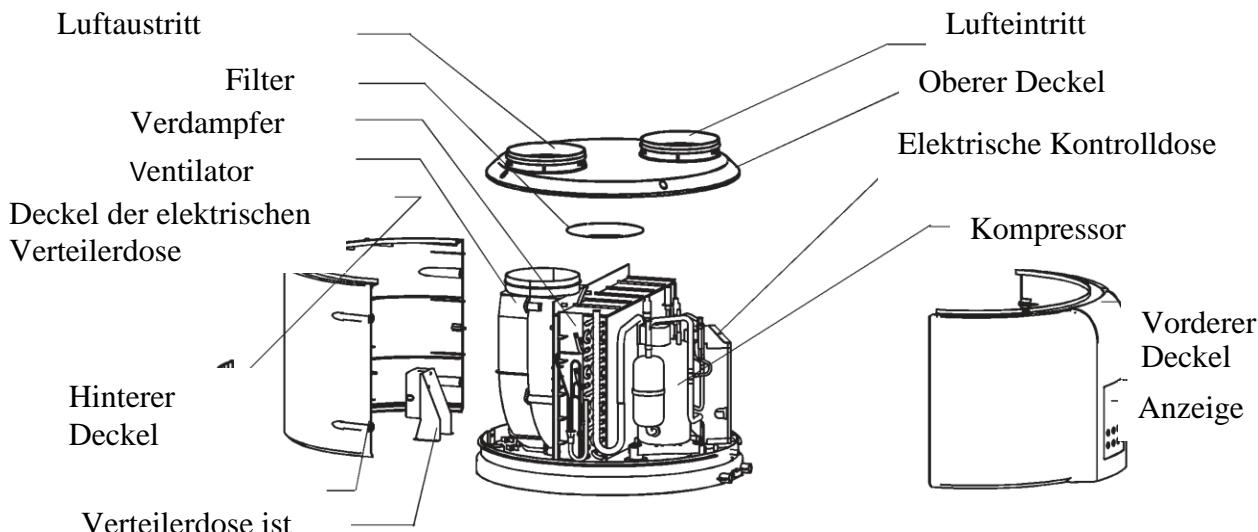
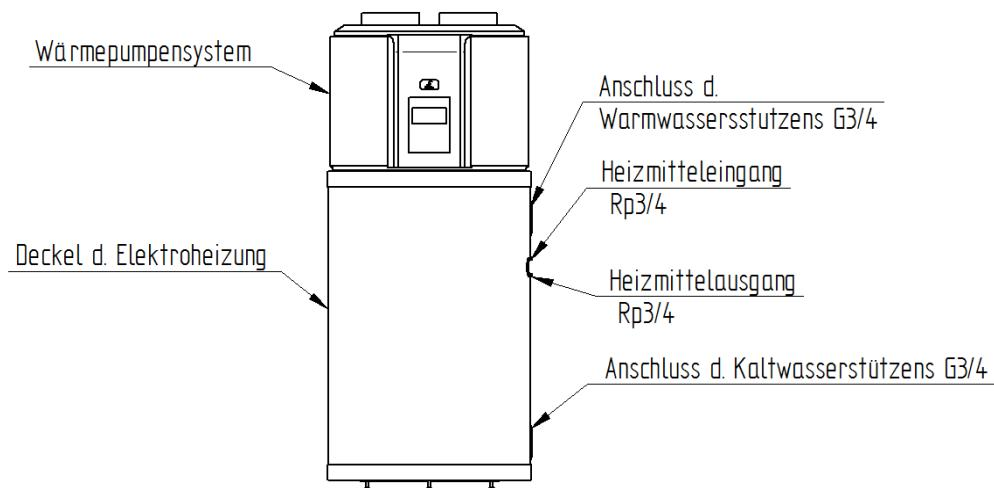

Abb. 2.1-1
Abb. 2.1-2
Der HB200(C) Boiler mit Wärmepumpe besteht grundsätzlich aus dem die Anlage mit der Wärmepumpe enthaltenden oberen Teil (**Abb. 2.1-1**) und aus dem das Lagerbehälter enthaltenden unteren Teil (**Abb. 2.1-2**). Der Lagerbehälter des Gebrauchswassers – der vom Innen Email und vom Außen eine dicke Polyurethan-Dämmung mit großem Wirkungsgrad hat und die letztere vom Kunststoffmantel der Anlage bedeckt ist. Der Rohrheizkörper an der Deckkkappe wurde an einer gemeinsamen von der beschränkenden Anzeigeanode der Elektronik und der Magnesiumanzeigeanode gebildeten Achse mit Deckkkappe, waagerecht angebracht.
Die nachstehenden Einzelteile sind in einem leicht zugänglichen, geeignet gedämpften Kunststoffgehäuse angebracht: Expansionsventil vom Kompressor, thermostatisches Expansionsventil, Verdampfer, das Ventilator für eine richtige Luftströmung und die anderen Teile der **Abb. 2.1-1**.